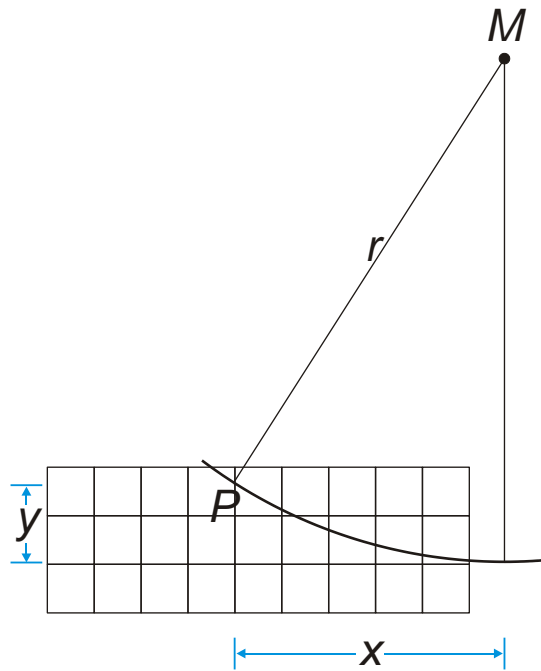
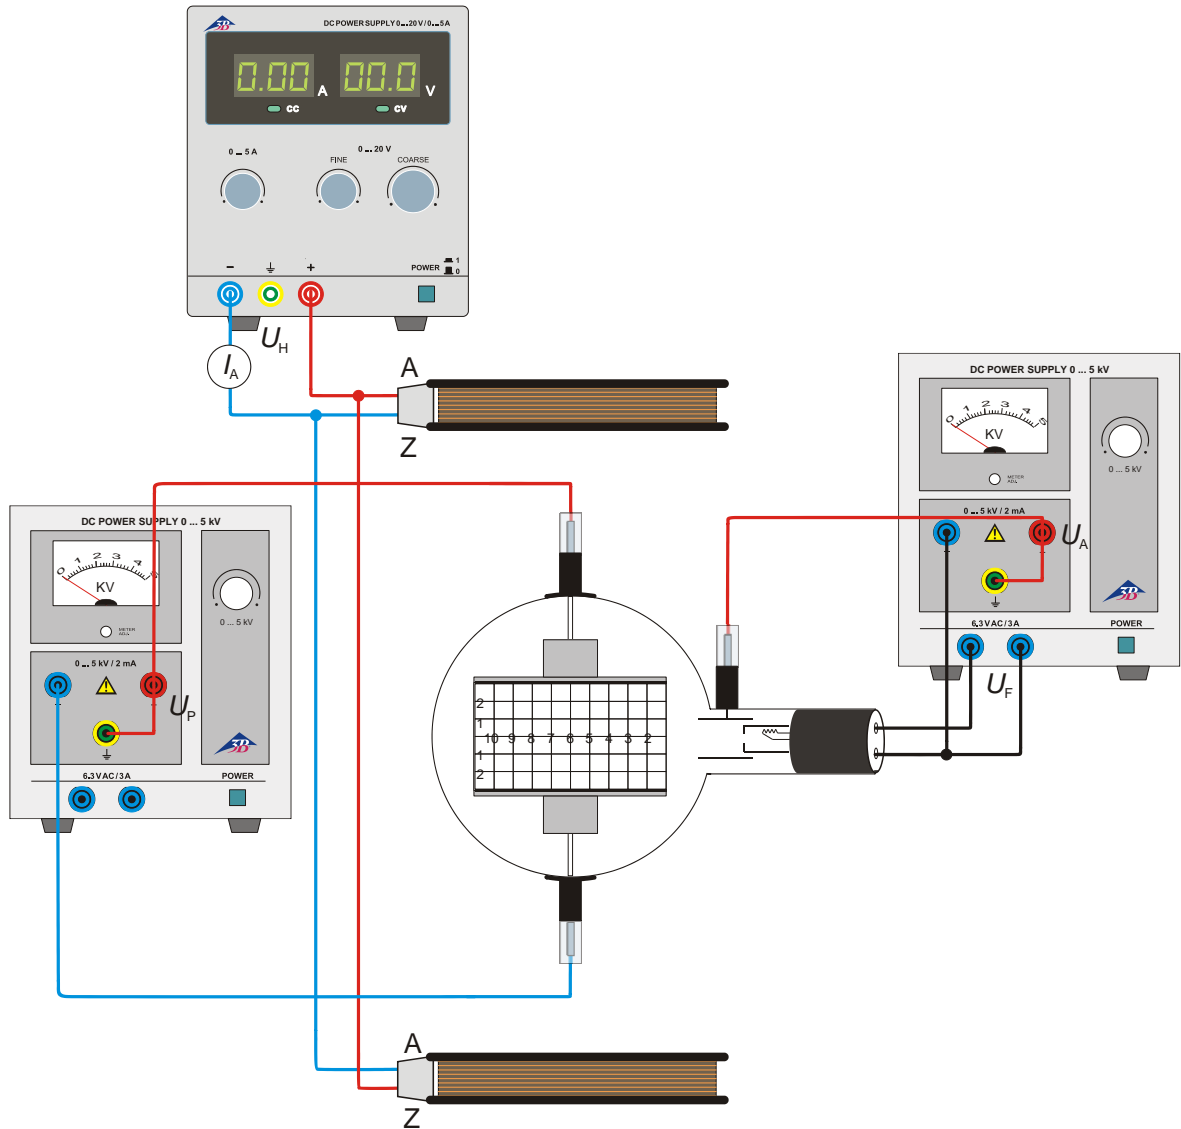

Fig. 1 Determinação de  $r$
Fig. 4 Determinação de  $e/m$  por meio de compensação de campo
Para o rádio de curvatura  $r$  do feixe de elétrons desviado é válido, como claramente visível na fig. 1:
- Montagem da experiência conforme fig. 4, porém, adicionalmente com a bobina de Helmholtz, como na experiência 5.1 (fig. 1).